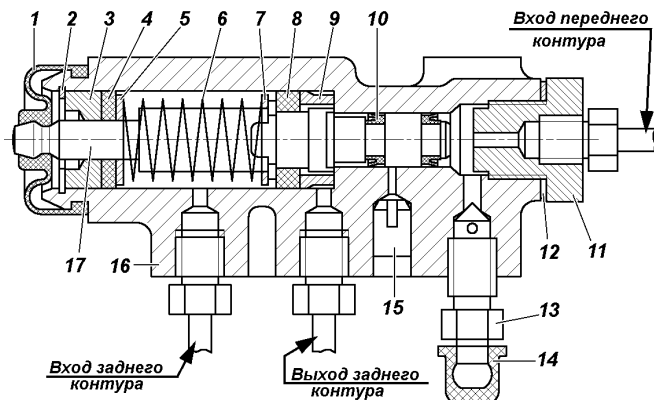

Рис. 9.32. Регулятор давления:
Регулятор давления. На автомобилях, не оснащенных антиблокировочной системой тормозов, устанавливается механический регулятор давления, действующий на задние тормоза (рис. 9.32), который обеспечивает оптимальное распределение тормозных сил по осям автомобиля и не допускает опережающую блокировку задних колес. При обслуживании проверяйте работоспособность регулятора давления. Очищайте регулятор от грязи и проверяйте надежность его крепления. Внешним осмотром убедитесь, что регулятор и детали его привода не имеют повреждений, отсутствуют подтекания тормозной жидкости и люфты в соединении стойки с упругим рычагом и кронштейном на заднем мосту.
При нажатии на педаль тормоза поршень 17 (рис. 9.32) регулятора давления должен выдвинуться из корпуса на 1,7 - 2,3 мм. Отсутствие хода поршня, а также его недостаточный или чрезмерный ход свидетельствует о неисправности регулятора или его привода.
3. Заверните болт 4 (рис. 9.33) до соприкосновения его с хвостовиком поршня 17 (см. рис. 9.32) регулятора.